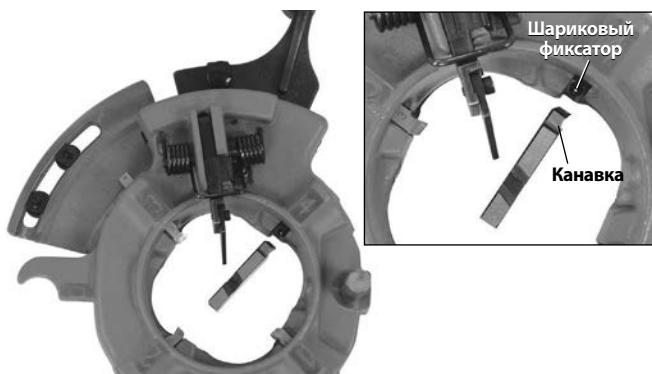

Рис. 16 – Вставка резьбонарезных гребенок
3. Извлеките гребенки из резьбонарезной головки. Вставьте соответствующие гребенки в резьбонарезную головку пронумерованным торцом вверх. Номера на гребенках должны соответствовать номерам на пазах резьбонарезной головки (см. Рис. 16). Пазы под гребенки оснащены шариковым фиксатором, который при правильной установке входит в зацепление с канавкой на гребенке. Всегда заменяйте гребенки в комплекте – не устанавливайте гребенки из разных комплектов.